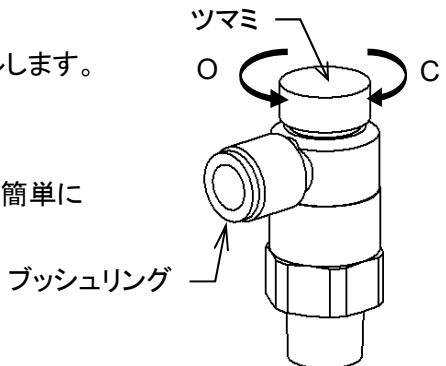

図 8-19
8. 3.13 スピコン(図 8-19)
| 排水弁 (図 8-19) | A | 排水弁の開く速度 |